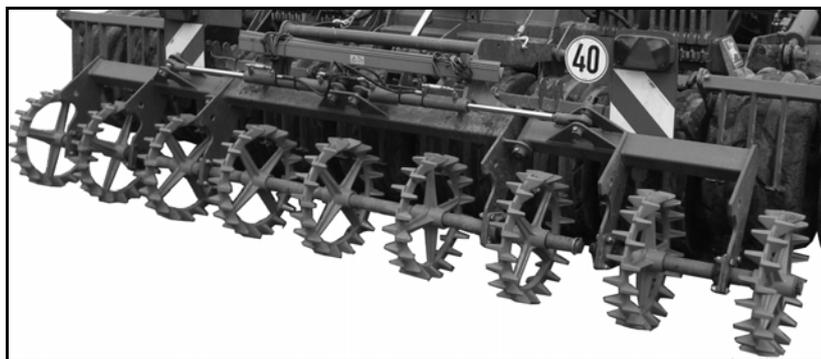

Рис. 35
**Прицепные устройства Crosskill для тяжелой почвы (Рис. 35)**